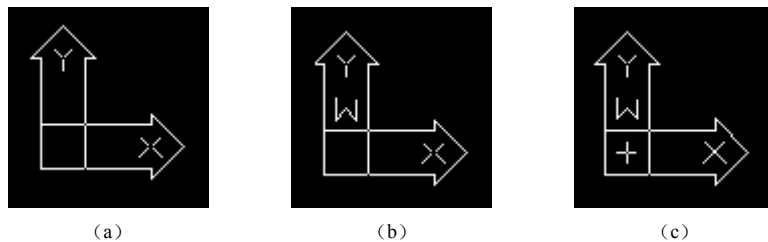

图 1-21 二维 UCS 图标
①在“UCS 图标样式”组框中，可以指定二维或三维 UCS 图标的显示及其外观。
a. 选择“二维”单选按钮，可以将 UCS 图标设置为二维形式，如图 1-21 所示。
对于用户定义的 UCS，其二维 UCS 图标形式如图 1-21 (a) 所示。如果当前 UCS 与 WCS 相同，则其图标在原来的基础上增加一个“W”符号，如图 1-21 (b) 所示。此外，如果当前 UCS 图标位于 UCS 原点上时，在图标的底部将出现一个“+”符号，如图 1-21 (c) 所示。